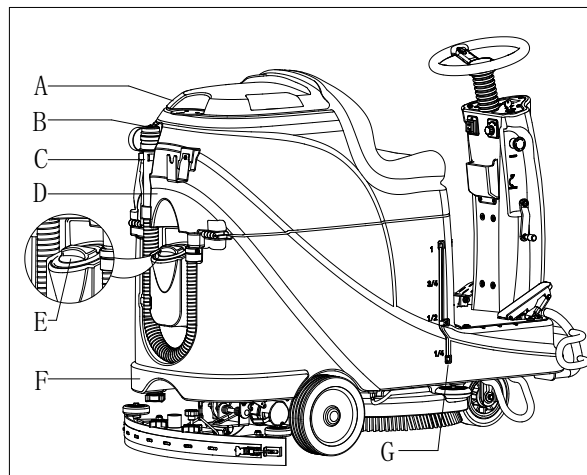

Figura 8
1. Deschideți capacul intrării pentru apă (E, Figura 8).
3. Nu umpleți complet rezervorul, respectați indicatorul de nivel (G) pentru volumul apei.